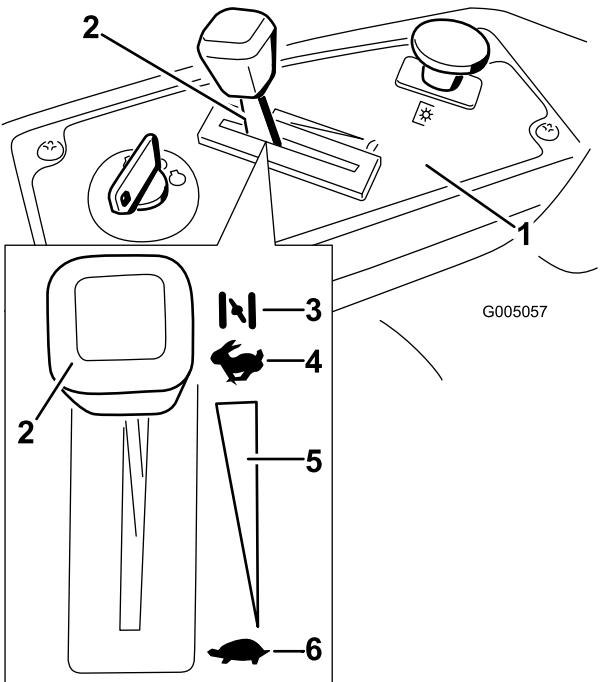

Figura 12
3. Prima di avviare il motore a freddo spostate la leva dell'acceleratore in posizione Starter (Figura 12).
5. Quando il motore è acceso, muovete la leva dell'acceleratore in posizione Fast (Figura 12). Se il motore stalla o esita, riportate la leva dell'acceleratore in posizione Starter per qualche secondo. All'occorrenza, ripetete il procedimento.
3. Girate la chiave di accensione in posizione Off (Figura 12) e toglietela.